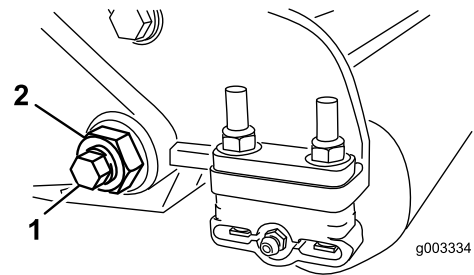
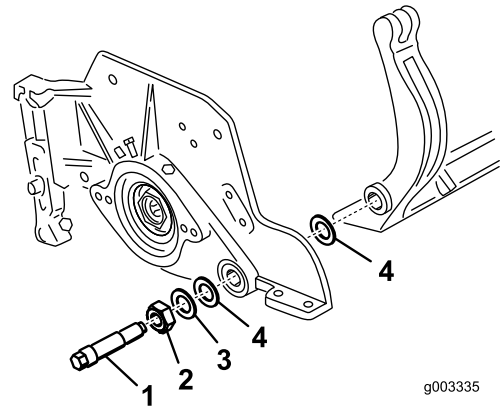

图31
图32
3. 在机器的另一侧松开固定底刀架螺栓 图31 的锁紧螺母。
4. 拆下两个底刀架螺栓向下拉动底刀架并从机器螺栓 图31 上拆下来。取下底刀架 图32 两端的 2 个尼龙垫圈和 1 个冲压钢垫圈。
4. 在两个尼龙垫圈的外侧各放一个钢垫圈 图32。
上紧底刀螺栓扭矩至 2736N·m。拧紧锁紧螺母直至外部钢垫圈停止旋转且两侧不再松动但不要拧得过紧或导致侧板变形。内侧的垫圈可能有空隙图32。